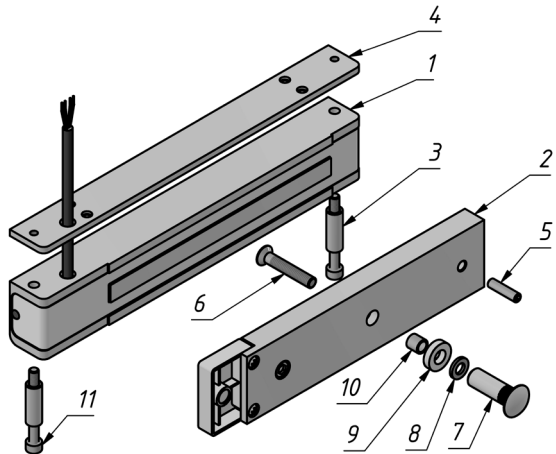

Рисунок 1 – Комплект поставки замка
3.1 Комплект поставки (рисунок 1):
4.5 Вит крепления якоря (поз.6 рис.1) необходимо затянуть с